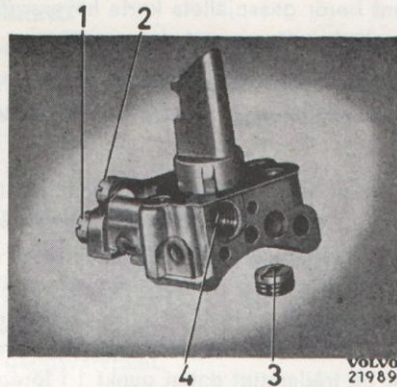

Bild 69. Blandningskammare.
3. Lossa skruvarna (11) för blandningskammaren, tag bort den och lossa huvudmunstycke (2, bild 69), kompensationsmunstycke (1), luftmunstycke för tomgång (3) och tomgångsmunstycke (4).